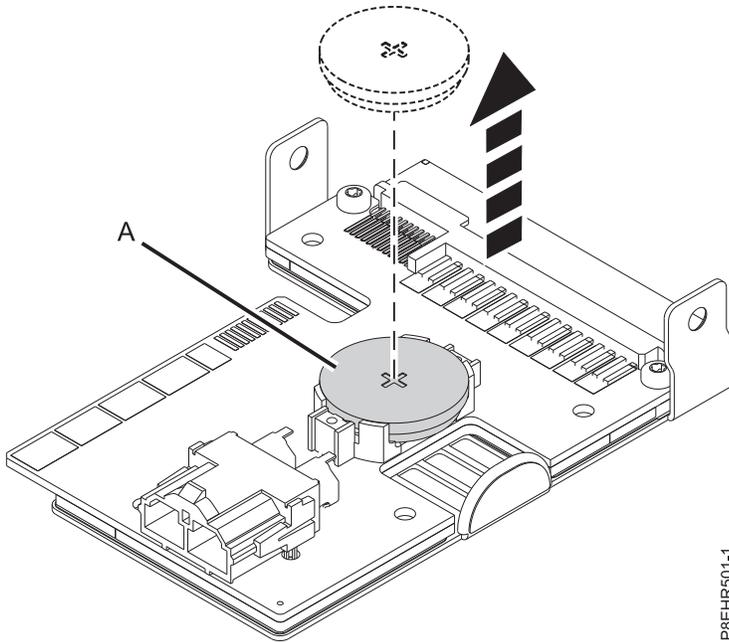

Figure 201. Retrait de la batterie de l'horloge du connecteur de bus d'alimentation
5. Retirez la batterie de l'horloge de son logement sur le connecteur de bus d'alimentation (voir figure 201, à la page 178). Veillez à noter l'orientation de la polarité de la batterie pour pouvoir insérer cette dernière dans la même orientation ultérieurement.